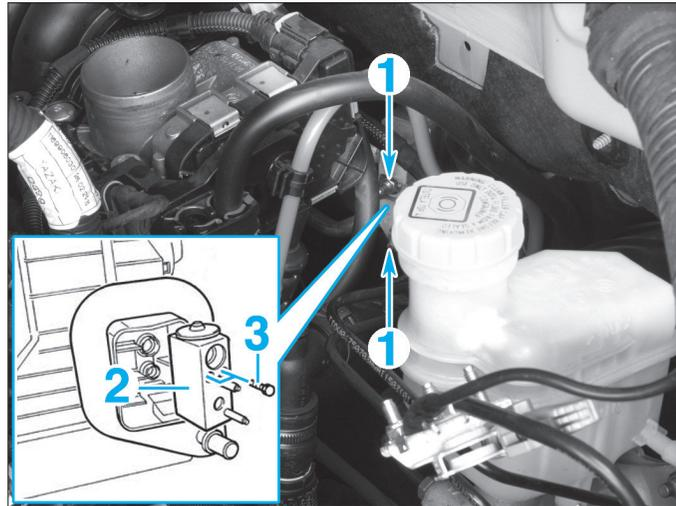

FIG. 8
- Débrancher les canalisations (1) du circuit de réfrigération du détendeur (2) (Fig.8).
- les vis (3) du détendeur,